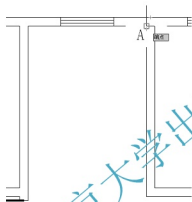
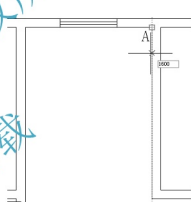

图 2.94 捕捉 A 点
图 2.95 垂直向下拖动光标
(1) 将【楼梯】图层设置为当前层。
(2) 打开【正交】、【对象捕捉】和【对象追踪】功能, 并选择【垂足】捕捉后, 启动【直线】命令。
① 在指定第一点: 提示下, 捕捉楼梯间阴角点 A 点(如图 2.94 所示), 不单击, 然后将光标垂直向下慢慢拖动, 输入“1600”(如图 2.95 所示)后按 Enter 键。这样就利用【对象追踪】命令将直线的起点绘制在 A 点垂直向下 1600mm 处。